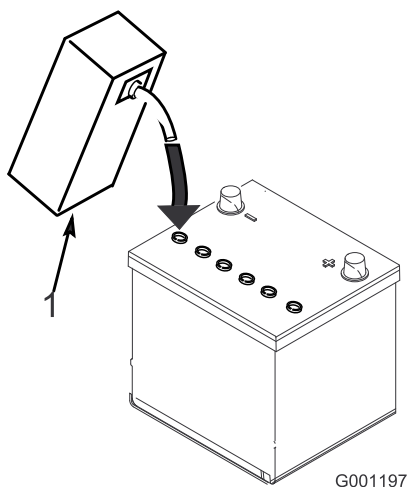

Figura 5
5. Encha cuidadosamente cada célula com eletrólito até as placas estarem cobertas com cerca de 6 mm de fluido (Figura 5).